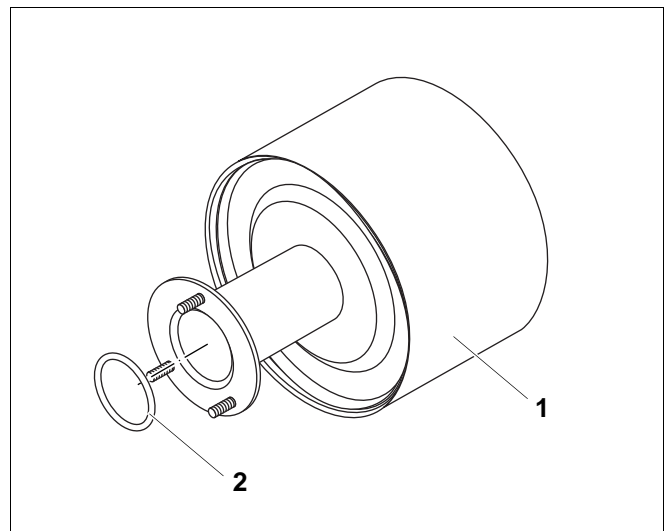

Рис. 33 Замените кольцо
- В случае повреждения стержня горелки (рис. 33, поз. 1) его нужно заменить.
- Проверьте наличие повреждений на кольце (рис. 33, поз. 2), при необходимости замените.
- Аккуратно выньте кольцо (рис. 33, поз. 2) круглогубцами из паза.
- Уложите новое кольцо (рис. 33, поз. 2).